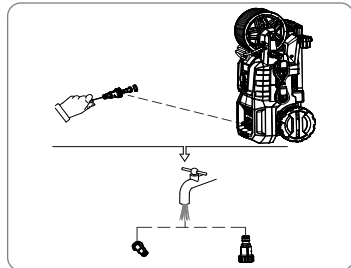

Abb. 18
1. Reinigung des Wasserzulauffilters (Abb. 18)